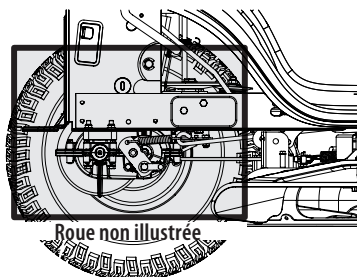

Figure 24
- Gardez l'essieu ainsi que la partie autour de la transmission et du ventilateur propres. Voir Figure 24.